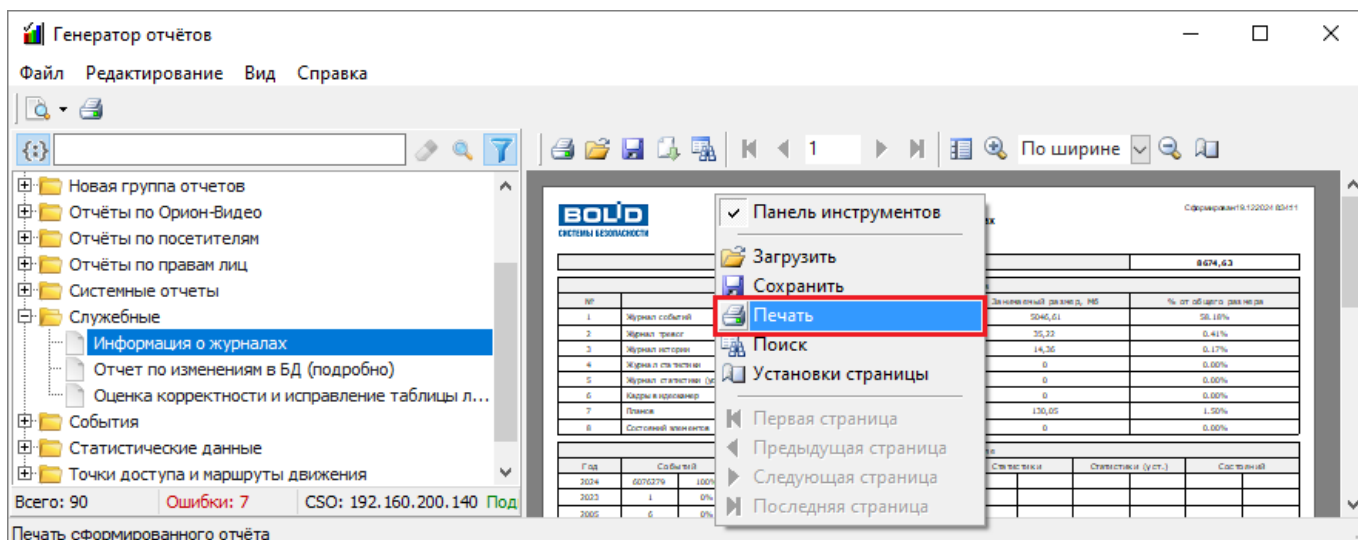

Рисунок 11-336 Печать отчета через контекстное меню области предварительного просмотра
- выберите в контекстном меню области предварительного просмотра (см. п. 11.5.5.1) пункт « Печать» (см. Рисунок 11-336).